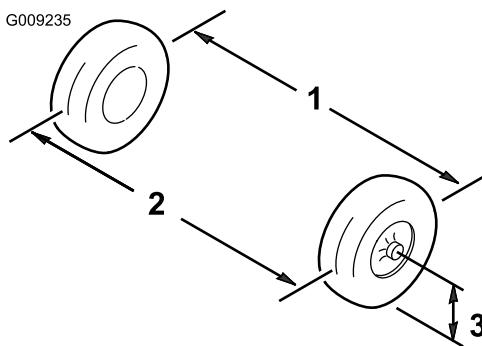

Figure 48
2. Mesurez la distance entre les roues avant à hauteur d'essieu, à l'avant et à l'arrière des roues (Figure 48).